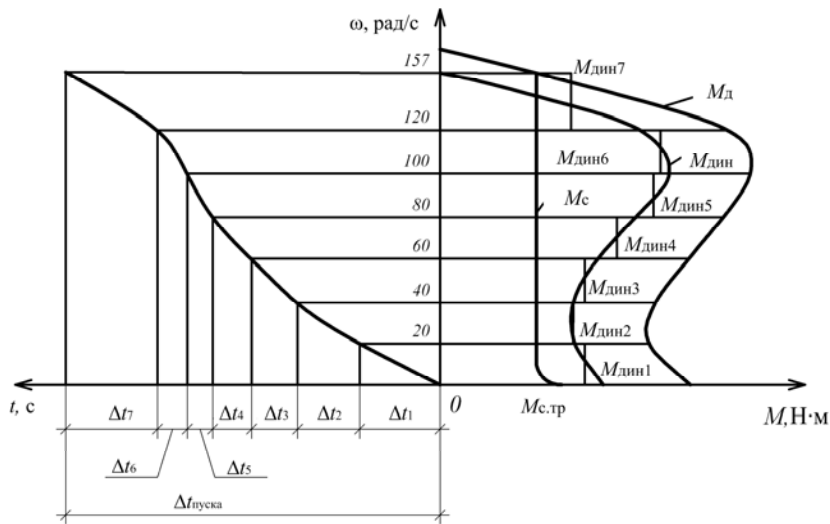

Рис. 9.1. Построение кривой изменения скорости электродвигателя при пуске
• **к пункту 2 плана занятия.** Механическую характеристику электродвигателя следует строить по данным, взятым из занятия №5 (табл. 5.2, строки момента и скорости). Построение выполнить по образцу рис. 9.1. Размер рисунка – не менее 150×150 мм.
• **к пункту 3 плана занятия.** Принять, что электродвигатель приводит в движение транспортер. Механическую характеристику транспортера построить по уравнению $M_c = \text{const}$. Значение M_c взять из табл. 9.1. Транспортер имеет момент трогания $M_{с.тр} = 1,3 M_c$ (рис. 9.1).
построить кривую изменения избыточного момента. На каждом участке скорости принять $M_{\text{дин}} = \text{const}$. Таким образом, получим ломаную ступенчатую линию динамического момента (рис. 9.1).